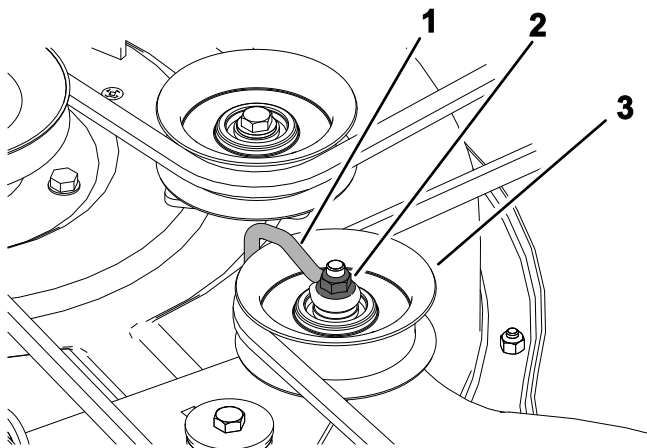

**Figure 55**
5. Desserrez la vis et appuyez sur la languette du couvercle pour déposer le couvercle des poulies (Figure 55).